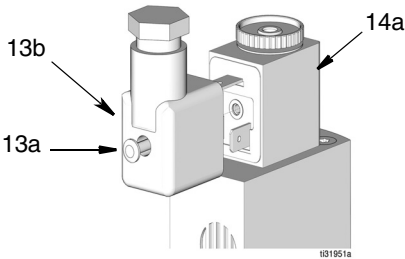

FIG. 31
4. Vuelva a conectar el conector DIN (13b) al conector del solenoide (14a) (FIG. 31).
5. Apriete el tornillo (13a) en la parte trasera de la conexión del solenoide mini DIN (13b) (FIG. 31).